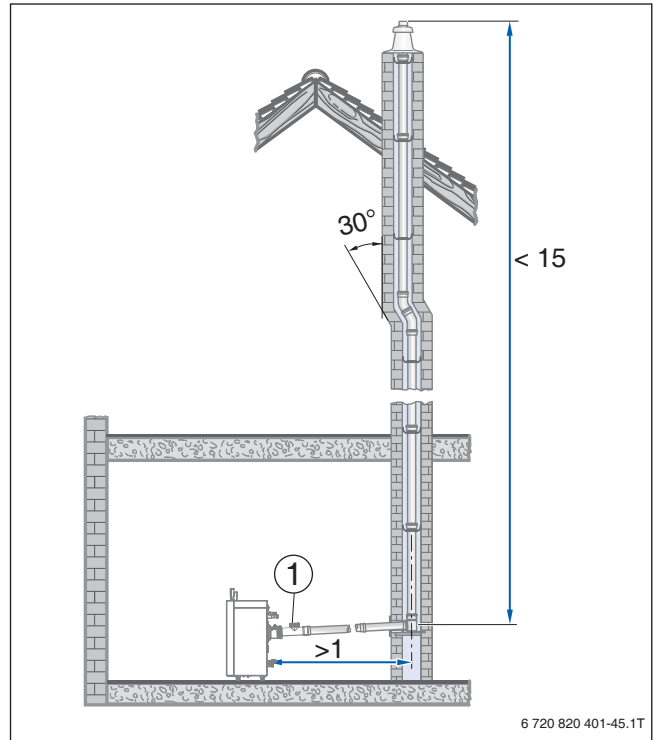
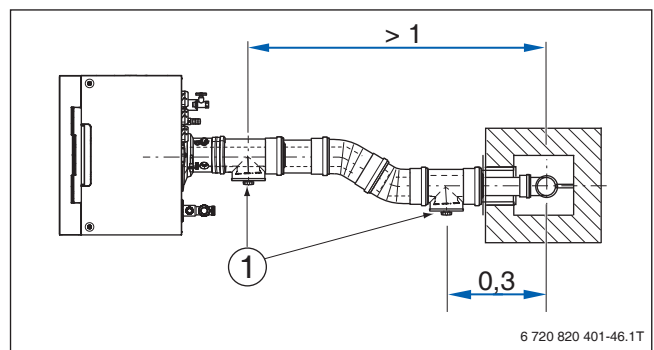
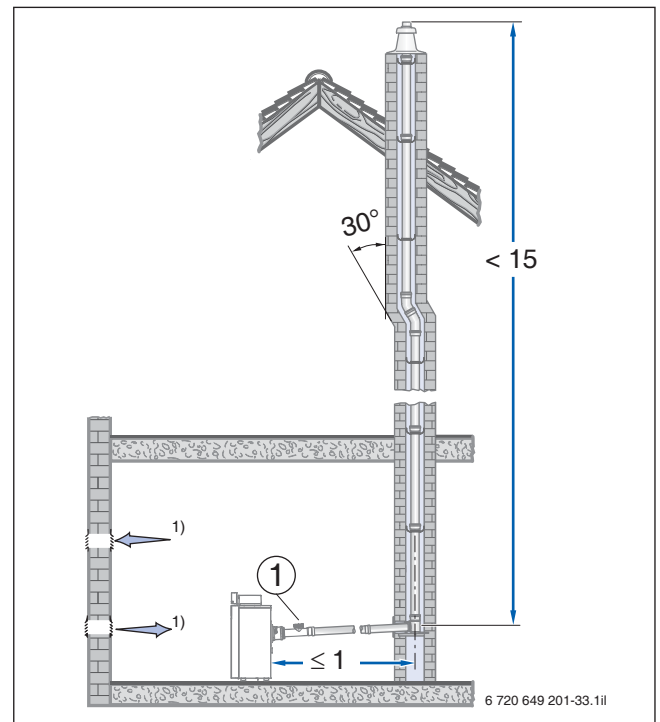

Bild 96 Beispiel: Anordnung der Prüföffnung ohne Umlenkung im Aufstellraum (Maße in m)
Bild 97 Beispiel: Anordnung der Prüföffnungen mit Umlenkung im Aufstellraum (Maße in m)
Bild 98 Beispiel zur Anordnung der Prüföffnung bei einer waagerechten Abgasleitung ohne Umlenkung im Aufstellraum (Maße in m)
Gemäß DIN 18160-1 und DIN 18160-5 müssen Abgasanlagen für den raumluftabhängigen und raumluftunabhängigen Betrieb leicht und sicher zu überprüfen und gegebenenfalls zu reinigen sein. Hierzu sind Prüföffnungen einzuplanen (→ Bild 96 und Bild 97).
- An der Stirnseite im geraden, waagerechten Abschnitt der Abgasleitung höchstens 1 m von der Umlenkung in den senkrechten Abschnitt entfernt, wenn sich dazwischen keine Umlenkung befindet (→ Bild 96) **oder**
- Seitlich im waagerechten Abschnitt der Abgasleitung höchstens 30 cm von der Umlenkung in den senkrechten Abschnitt entfernt (→ Bild 97).
- Die untere Prüföffnung nach DIN 18160-1 und 18160-5 ausgeführt ist (→ Bild 96 und Bild 97)
- Die untere Prüföffnung bei DN 160 und DN 200 entsprechend Bild 98 angeordnet ist
- Die untere Prüföffnung nach DIN 18160-1 und 18160-5 ausgeführt ist (→ Bild 97 und Bild 98).